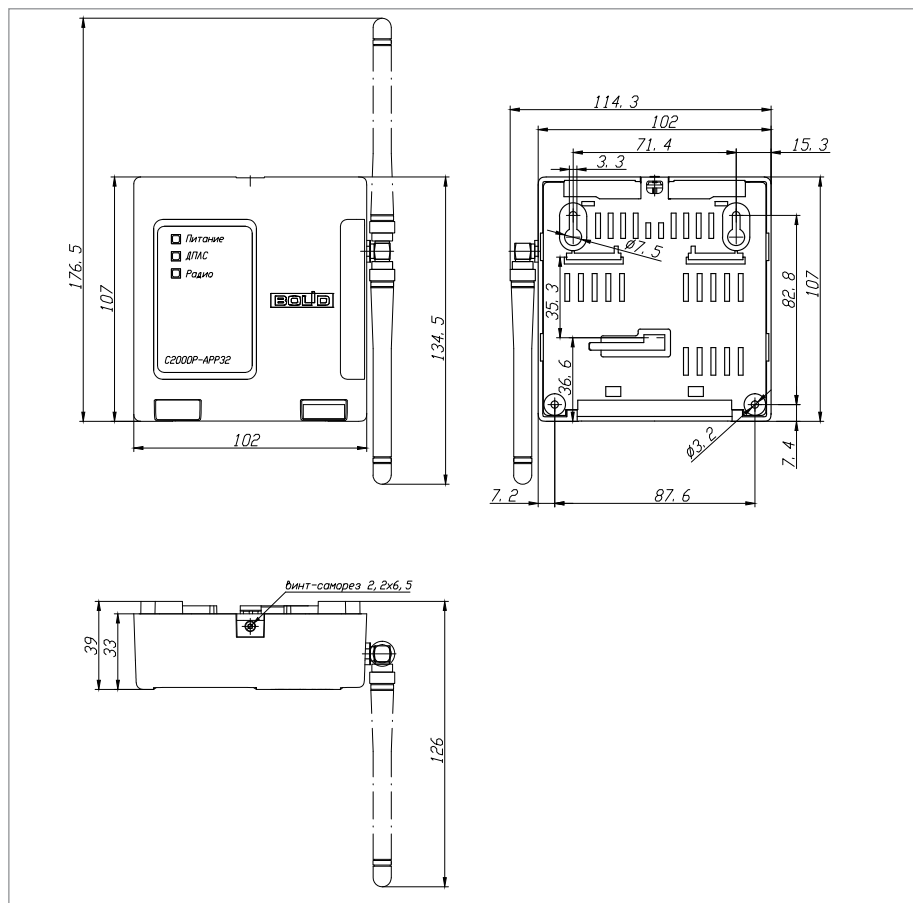

Рисунок 26. Внешний вид и габаритные размеры прибора
- 2.1. Наметьте на стене места для трёх установочных отверстий (двух верхних, имеющих форму пазов для навешивания, и одного из нижних на выбор) в соответствии с габаритным чертежом (см. Рисунок 26).